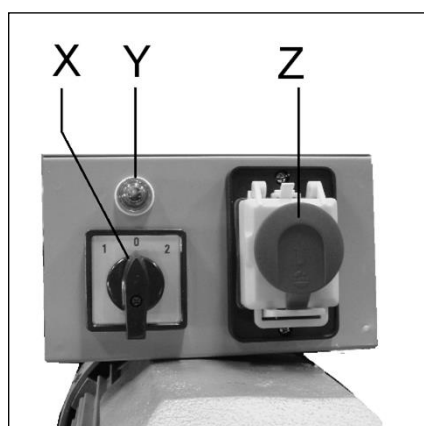

Рис. 2
Станок запускается зеленой кнопкой Вкл. (ON) на главном переключателе (Z, Рис. 2).